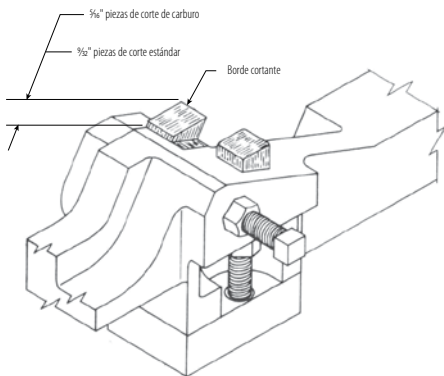

FIGURA 4
2. Inserte la pieza de corte en el brazo con el borde afilado hacia el tornillo del rodillo externo de apoyo de la ranuradora. Ver Figura 4.
5. Compruebe el alcance de la pieza de corte. Las piezas de corte están diseñadas para que el diente quede enrasado con el brazo, ver Figura 4. Ver nota. Las piezas de corte de alta velocidad deben tener un alcance de $\frac{3}{32} + \frac{1}{32}$, -0 medido entre el borde
cortante y el brazo. Ver Figura 4.
3. Ajuste el alcance de la pieza de corte girando el tornillo con un destornillador de pala, en sentido horario para aumentar el alcance y en sentido contrahorario para disminuirlo. Puede que sea necesario empujar la pieza de corte hacia abajo contra el tornillo de ajuste si se quiere reducir el alcance. $\frac{1}{2}$ vuelta del tornillo cambia el alcance $\frac{1}{32}$ ". Ver Figura 4.